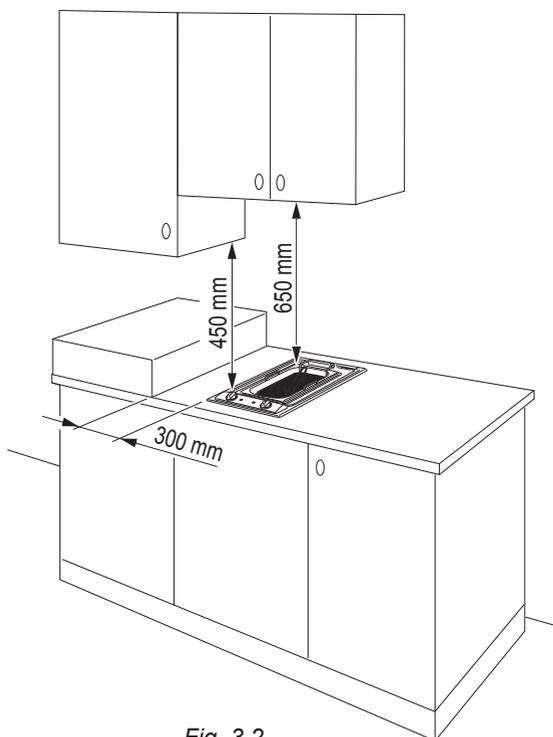

Fig. 3.2
- qualsiasi parete a fianco e sovrastante questi apparecchi deve trovarsi ad una distanza non inferiore a 300 mm. (fig. 3.2);
- allorché sopra questi apparecchi vi sia un pensile o cappa mantenere fra gli apparecchi ed il suddetto pensile o cappa la distanza minima pari a 650 mm (fig. 3.2);